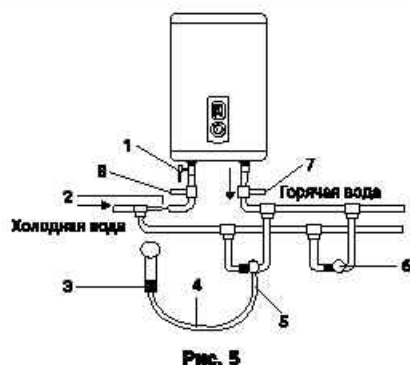

Рис. 5
1. Установка водонагревателей серий ZWH/S Azuro существенно облегчается возможностью установить их как вертикально, так и горизонтально в любом месте вашего дома, в отапливаемом (!) помещении. Желательно установить водонагреватель как можно ближе к месту использования горячей воды, поскольку чем меньше длина труб, тем меньше потери тепла. Как показано на рис. 5а, при горизонтальной установке водонагревателя трубы подвода должны быть расположены справа. При установке водонагревателя рядом со стеной, оставьте рекомендованное свободное пространство для технического обслуживания. Не устанавливайте водонагреватель на горизонтальной поверхности и вплотную к полу.
Во избежание протечек при подключении трубопровода на концы резьбовых соединений следует установить комплектные резиновые уплотнительные прокладки. Если необходимо реализовать систему водоснабжения на несколько водоразборных точек, используйте способ соединения (см. рис. 5).
Рис. 5а